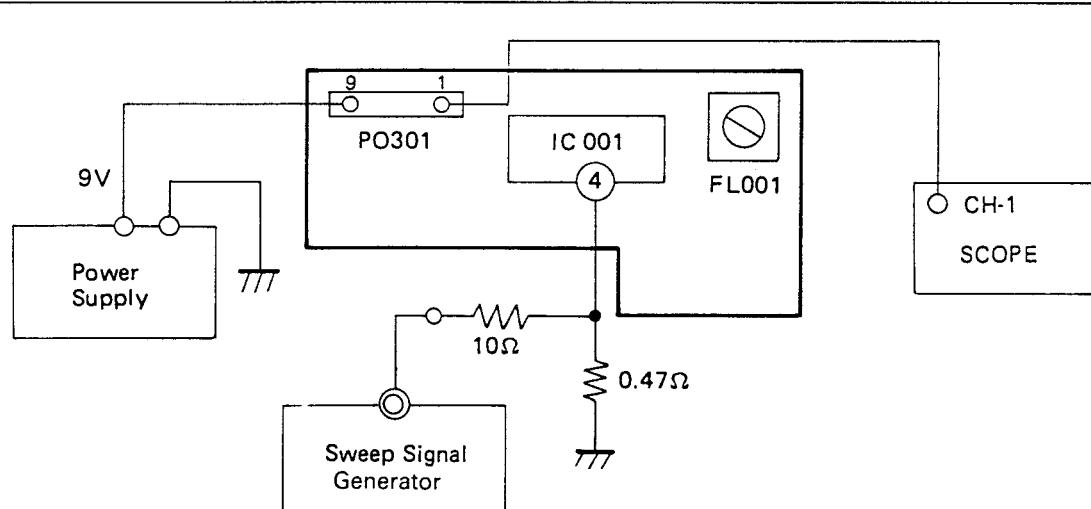

Fig. 3-2-16
- e) Connection : Figure 3-2-16